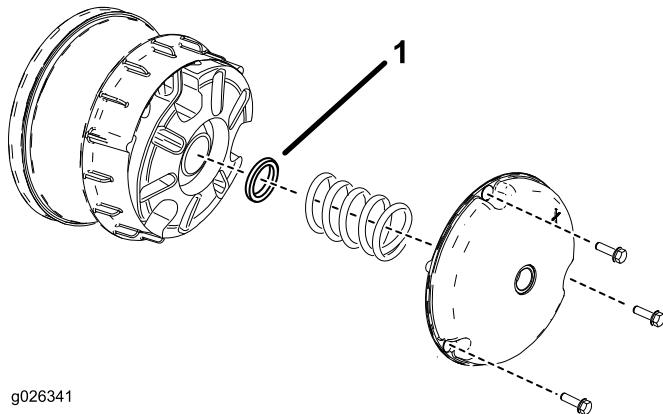
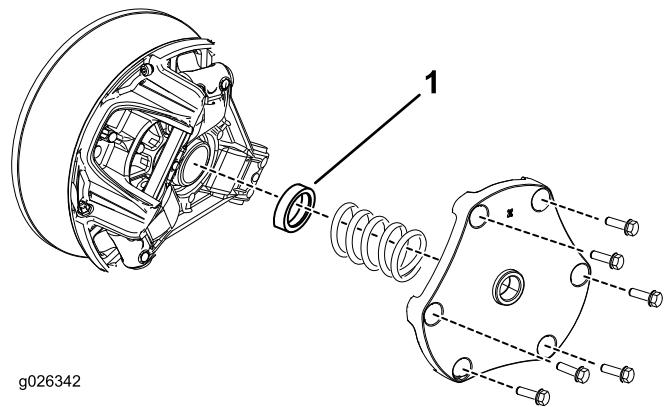

Figura 12
Figura 13
1. Rimuovete i bulloni che fissano il carter della frizione principale, come illustrato in Figura 12 e Figura 13.
2. Rimuovete la molla e scartate il distanziale (fate riferimento a Figura 12 e Figura 13)